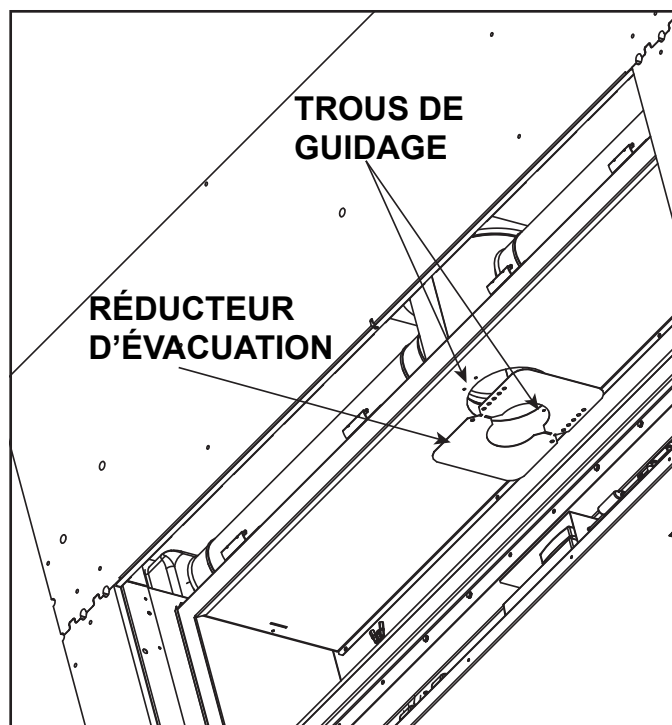

Figure 4.9 Réducteur d'évacuation
1. Localisez les deux trous de guidage à l'intérieur de la chambre de la boîte à feu, comme il est indiqué à la figure 4.9.